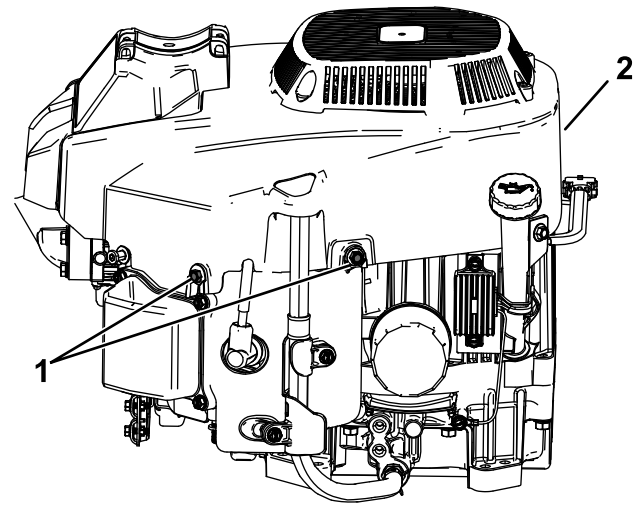

Figure 41
1. Cartouche du filtre à air 3. Goupille fendue (2)
2. Axe de chape (2)
4. Desserrez les boulons et déposez le carter du ventilateur (Figure 41).